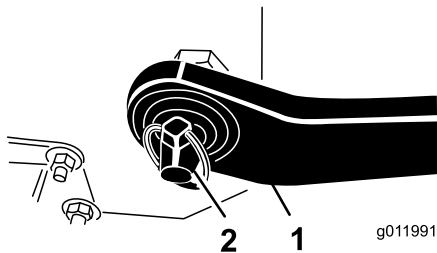

Figura 4
4. Inserite i bracci di attacco inferiori destro e sinistro sui perni di traino (Figura 4).
5. Fissate i bracci di articolazione inferiori ai perni di traino con le coppiglie ad anello (Figura 4).